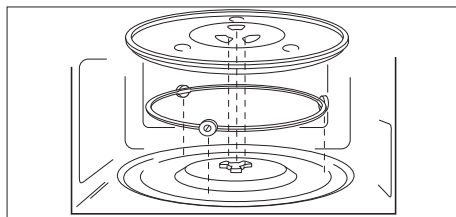

Fig. 5 – Inserimento del piatto girevole in vetro
- ▶ Inserire l'anello girevole nell'incavo del vano di cottura, quindi posizionare il piatto girevole in vetro sopra l'albero di trasmissione del piatto girevole in posizione centrata (vedere la **"Fig. 5 – Inserimento del piatto girevole in vetro"**), in modo che le barre del piatto girevole in vetro poggino tra le alette dell'albero di trasmissione.